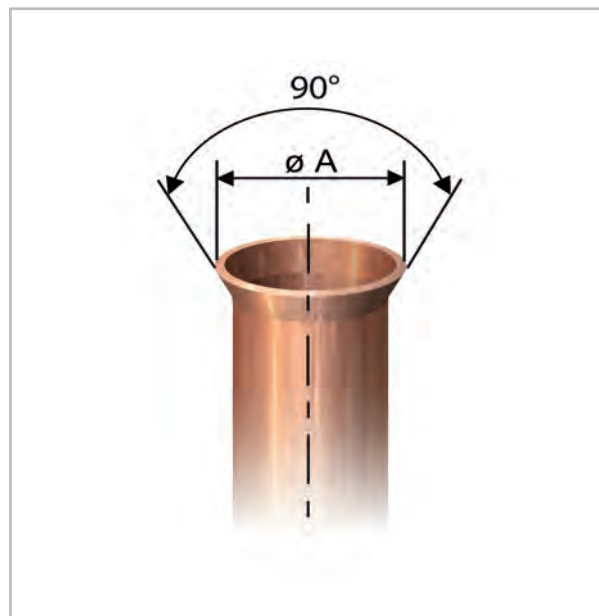

Abb. 13: Korrekte Bördelform
10. ➤ Überprüfen Sie, ob der Bördel eine korrekte Form aufweist (Abb. 13).